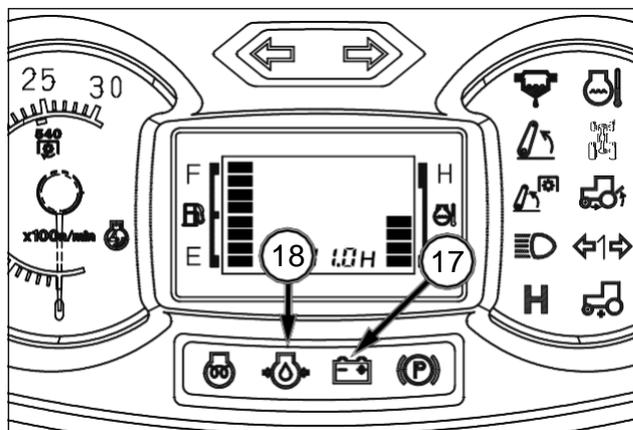

FIG. 68
FIG. 68: Los indicadores luminosos de la batería (17) y de la presión del aceite del motor (18) de la fila de indicadores se deben apagar cuando el motor arranque. Si uno de estos indicadores permanece encendido, **PARE EL MOTOR DE INMEDIATO** y busque la causa del problema.